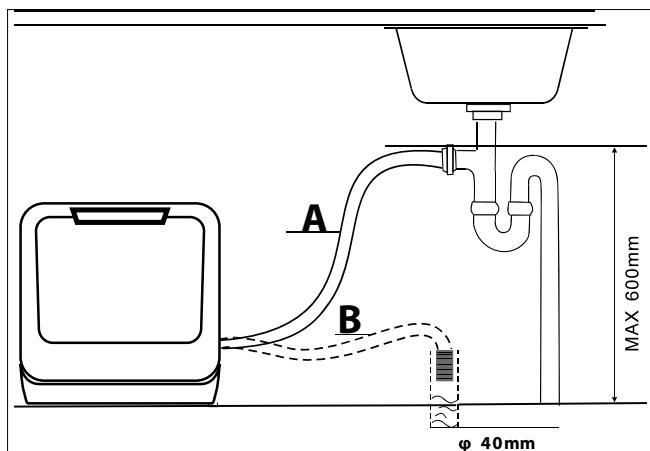

Fig. 8 – Collegamento al sifone
- Collegare il tubo flessibile di scarico dell'acqua al sifone (per lavatrici) della tubazione di scarico sotto al lavandino (vedere la Fig. 8). Assicurare una pendenza sufficiente del tubo flessibile di scarico. L'apparecchio deve essere posizionato almeno 4 cm sopra lo scarico.